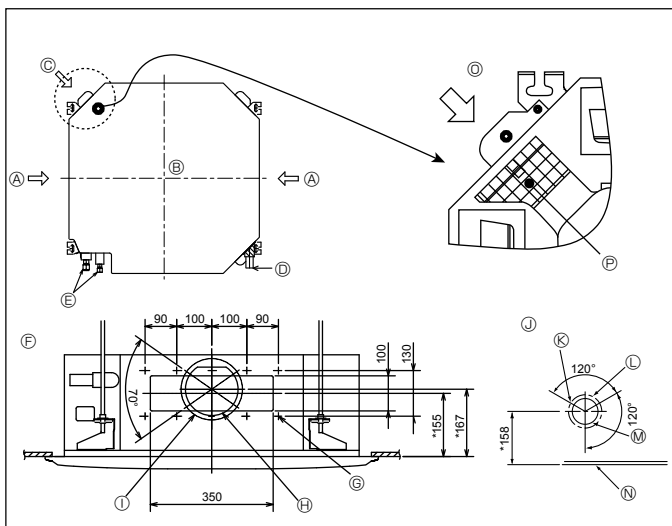

Fig. 2-3
2.3. Öffnung für Strömungskanalabzweigung und Öffnung für Frischluftansaugung (Fig. 2-3)
Zum Zeitpunkt des Einbaus sind bei Bedarf die Kanalöffnungen (Ausschnitte) zu verwenden, die sich an den in Fig. 2-3 gezeigten Stellen befinden.